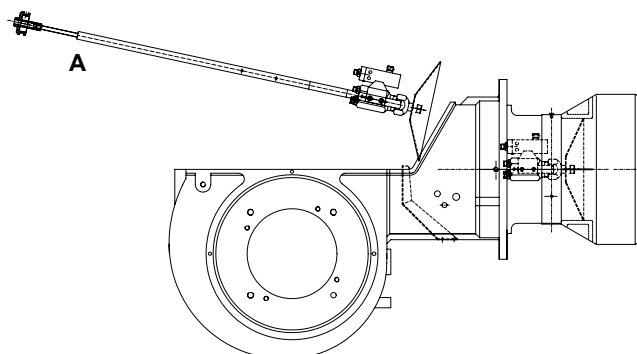

Рис. 27
- Снять мазутные шланги и весь блок форсунки А, как изображено на Рис. 27.